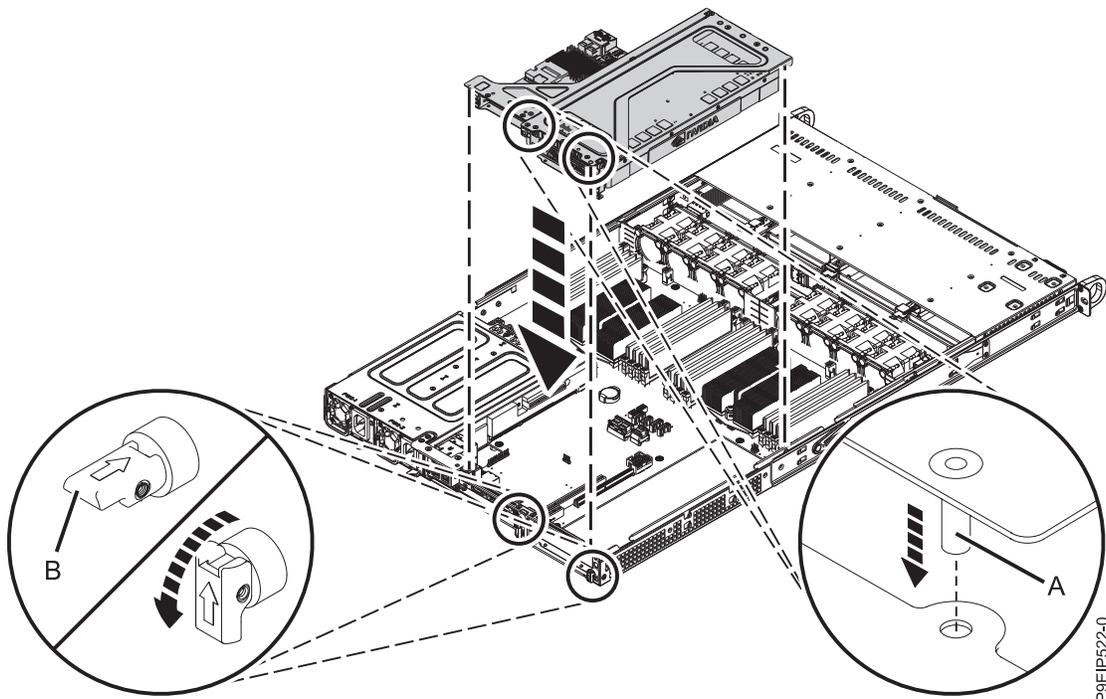

図 32. PCIe ライザーの再取り付け
- c. PCIe アダプター・ライザーとそれに収容されている PCIe アダプターをシステム・バックプレーンにはめ込みます (34 ページの図 32 を参照)。
- 1) PCIe ホルダー解放ピン (B) が引っ込められ、矢印がシステムの方向を指していることを確認します。
- 2) 位置合わせピン (A) とスロットを使用して、PCIe ライザー・カードを正しく挿入します。
- 3) PCIe ホルダー解放ピン (B) をリセットして、PCIe アダプター・ライザーを固定します。